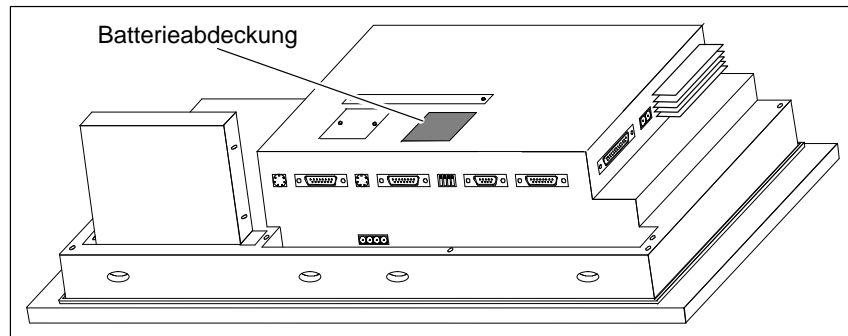

Bild 6-8 Lage der Batterieabdeckung
1. Falls Sie ein Direktastenmodul montiert haben, müssen Sie dieses abschrauben (Abschnitt 5.2.1), um an die Batterieabdeckung (siehe Bild 6-8) zu kommen.